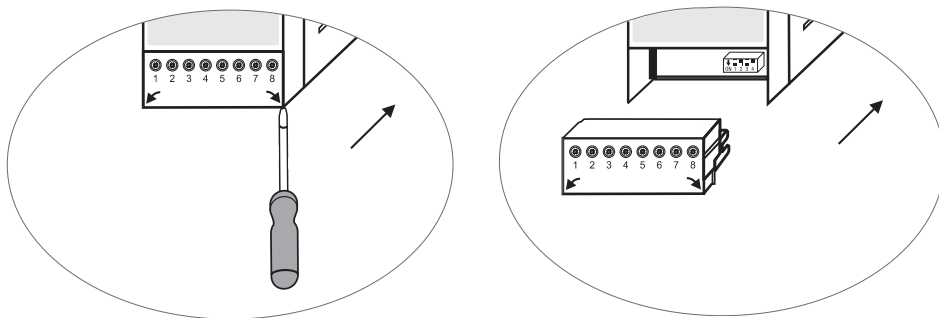

Fig. 22
- Retirar as réguas de bornes superior e inferior (Fig. 22)